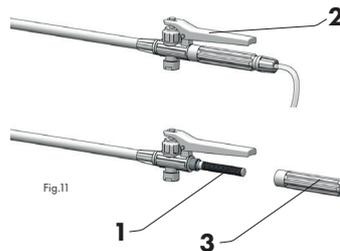
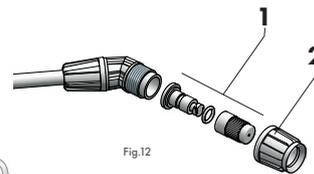

Fig.11
Fig.12
Verser le liquide de pulvérisation préparé au préalable par le tamis installé sous celui-ci (fig. 8/ pos. 2) Il faut éliminer les salissures éventuelles du tamis. Visser l'écrou de sécurité de la cheminée de remplissage. Le tamis peut rester sous l'écrou. Transférer le pulvérisateur sur le lieu de travail. Désormais, il est possible de mettre le pulvérisateur sur le dos et ajuster les bretelles. **Il faut soulever le pulvérisateur par la bretelle, sans utiliser l'attache de sécurité.** Régler et attacher la ceinture de port. Diriger l'embout de la buse sur le lieu à pulvériser et mettre en marche la pulvérisation au moyen du levier près de la poignée de la buse (fig. 11/pos. 2). Pulvériser en suivant la direction du vent.
Il faut nettoyer périodiquement ou avant toute pause prolongée le filtre (fig. 11/pos. 1) installé dans la poignée de la buse (fig. 11/pos. 3) et le gicleur (fig. 12/pos. 1) installé à l'extrémité de la buse (fig. 1/pos. 7).
Dévisser l'écrou de l'embout de la buse (fig. 12/pos. 2). Remplacer le gicleur (fig. 12/pos. 1). Visser l'écrou de l'embout de la buse avec le gicleur sur la buse pour obtenir la fermeture hermétique. Il est possible de remplacer le gicleur sans vider la pression de l'appareil.
2. Appuyer sur le levier (fig. 11/pos. 2) en lançant la pulvérisation.